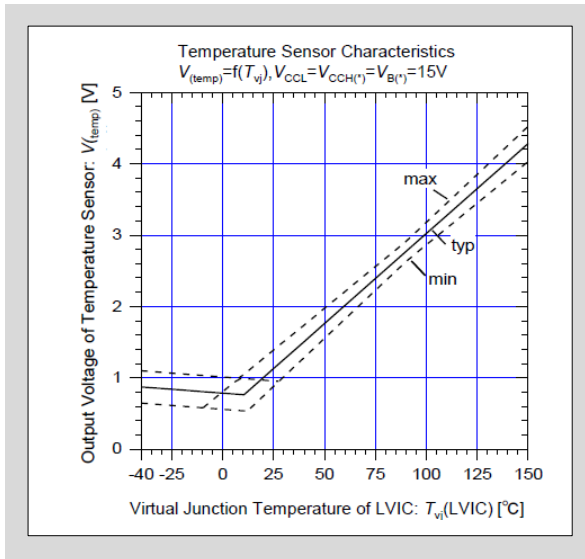

図3-24 LVIC温度とTEMP出力電圧特性
- 図3-24にLVICのジャンクション温度とTEMP端子出力電圧特性を示します。MPU電源電圧が3.3Vの場合は、TEMP端子に電圧クランプ用ツェナーダイオードを接続してください。また、約25 $^{\circ}$ C以下で出力電圧はクランプ特性を示しますので、線形性が必要な場合は、TEMP端子に5k Ω ±10%のプルダウン抵抗 $R_{pulldown}$ を接続してください。